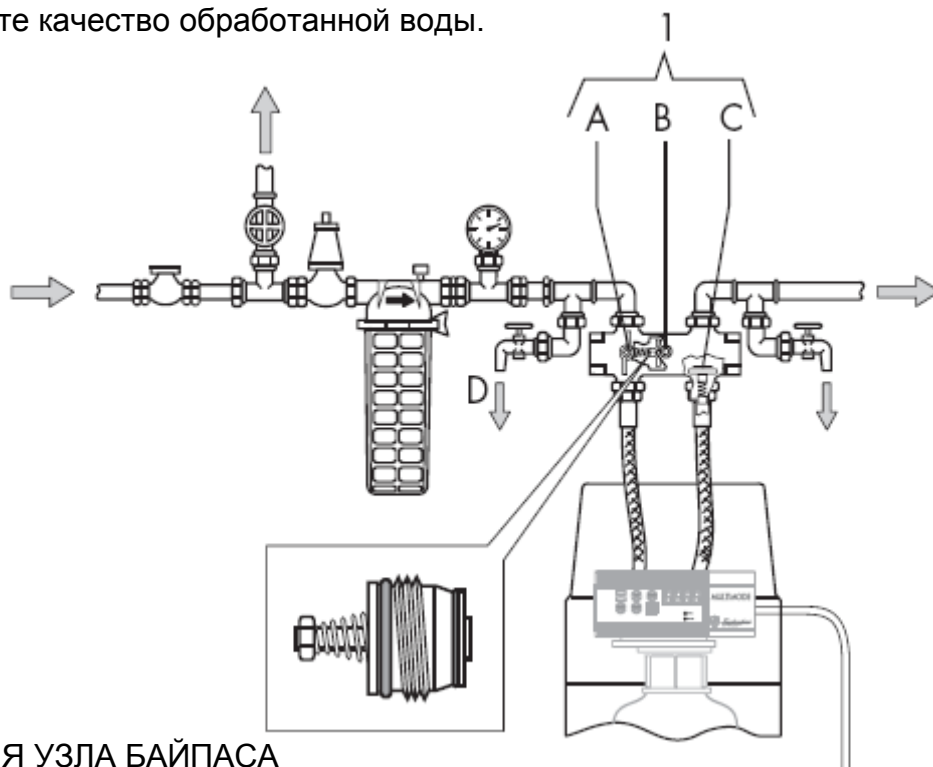

Рис. 5
- b) Откройте ручной байпас (Рис. 5 на стр. 44)
- h) Откройте кран, обеспечив поступление умягченной воды в систему. Отрегулируйте при помощи смесительного вентиля (Рис. 5 на стр. 44) остаточную жесткость на значение 15°F для бытового потребления воды, как предписано DPR 236/88 п.31/2001
Узел байпаса включает: смесительный вентиль (Рис. 5, поз. В) для регулирования поступления в краны жесткой воды; обратный клапан (Рис. 5, поз. С) для предотвращения обратного потока горячей воды; 3-путевой запорный клапан (Рис. 5, поз. А) для отключения умягчителя воды при его демонтаже без закрывания основного источника воды.